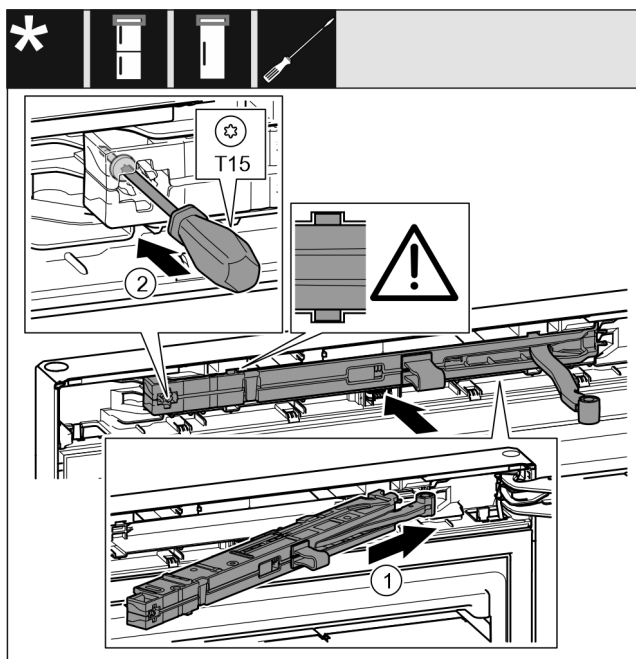

Fig. 49
- ▶ Ωθήστε τη μονάδα αποσβεστήρα κλεισίματος στην πλευρά του στηρίγματος μέχρι να τερματίσει λοξά στην εγκοπή. Fig. 49 (1)
- ▶ Σφίξτε τη βίδα με κατσαβίδι T15. Fig. 49 (2)